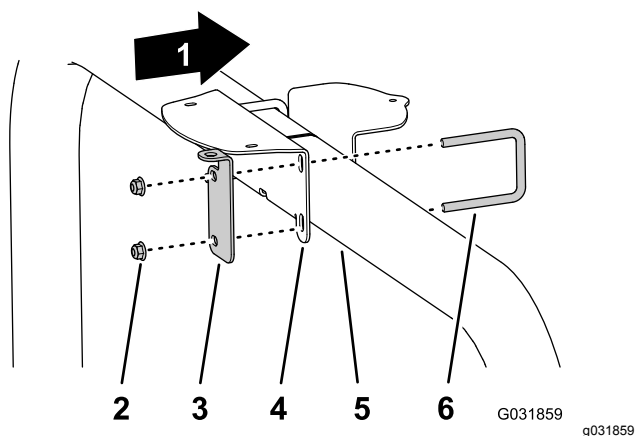

図 150
- GNSS と CDMA または GSM RTK 修正モデムキットを搭載している機体では、U ボルト2本とフランジロックナット4個3/8 inchを使用して、受信機用マウントと共に RTK 用のアンテナブラケットを取り付ける図 150。